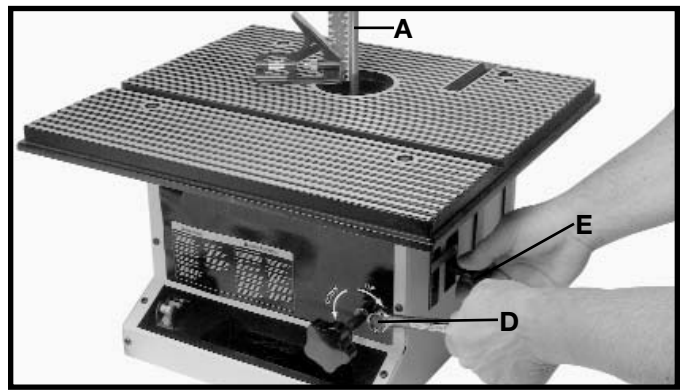

Fig. 24
5. Afloje el perno de ajuste (D) Fig. 24 y el perno correspondiente al dorso de la máquina (no ilustrado).
6. Mueva la perilla de cierre de altura de árbol (E) Fig. 24 cuidadosamente hacia arriba o abajo hasta que la vara de metal (A) se encuentre a 90 grados de la superficie de la mesa. Apriete entonces los pernos de ajuste (D) que fueron aflojados en el **PASO 5**.